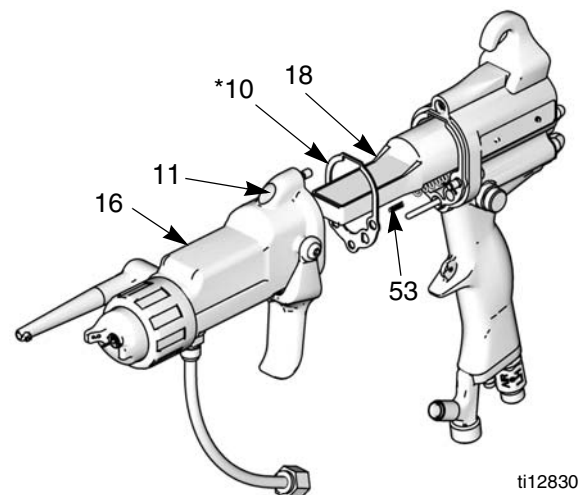

ABB. 17. Installieren des Pistolenkörpers
1. Darauf achten, dass der Dichtring (10*) und die Erdungsfeder (53) vorhanden sind. Sicherstellen, dass die Luftlöcher richtig ausgerichtet sind. Bei Beschädigung austauschen. Siehe ABB. 17.
2. Das Gehäuse (16) über den Hochspannungserzeuger (18) und auf den Pistolengriff (17) schieben.
3. Die drei Schrauben (11) gleichmäßig gegeneinander anziehen (ungefähr eine halbe Drehung nach sattem Eindrehen).